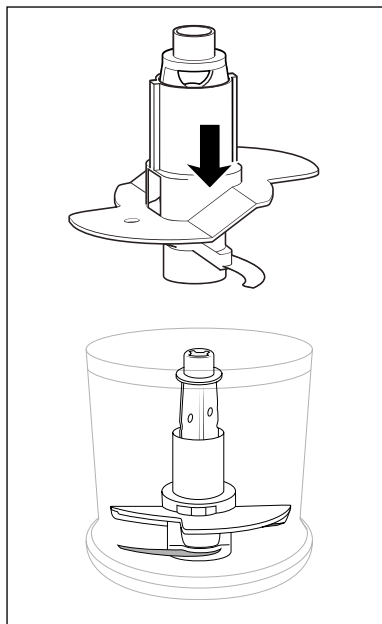

Rys. 1
- Na 100 ml śmietany należy ją założyć na uchwyt noża 5 tak, aby nasadka mieszająca 10 przylegała do obu noży 7 i się na nich zablokowała (rys. 1):